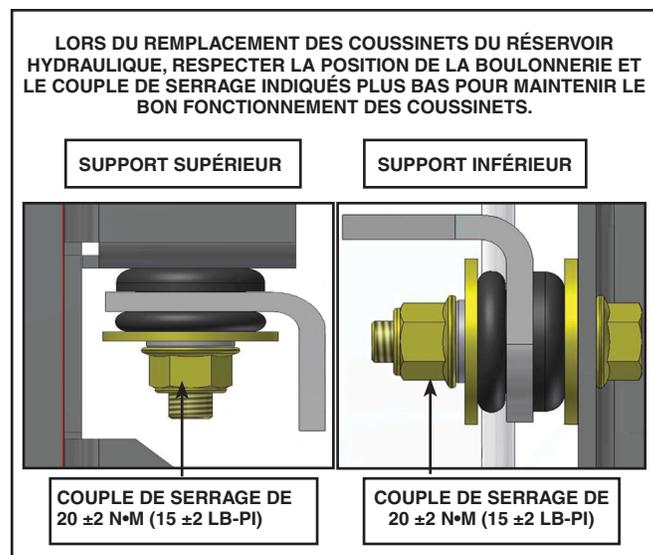

Figure 8 - Installation des coussinets du réservoir hydraulique
4. Installer un nouveau coussinet sur chaque support inférieur et les fixer à l'aide de la boulonnerie réservée. Voir Figure 8 pour la position de la boulonnerie et le couple de serrage.
5. Installer un nouveau coussinet sur chaque support supérieur et les fixer à l'aide de la boulonnerie réservée. Voir Figure 8 pour la position de la boulonnerie et le couple de serrage.